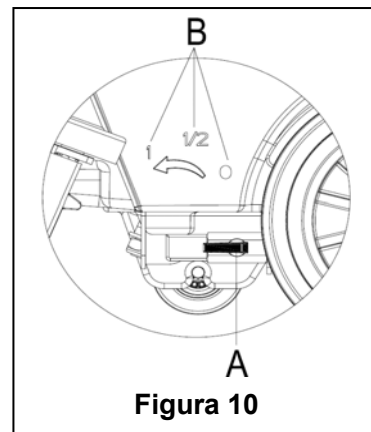

Figura 10
Reglarea mânerului supapei cu bilă (A, Figura 10) trebuie să se facă numai când comutatorul de alimentare cu energie (41) este pe poziția "O".
12. Volumul debitului de apă poate fi reglat prin intermediul mânerului supapei cu bilă (A, Figura 10) în funcție de cantitatea de apă necesară pentru rașchetarea podelei.